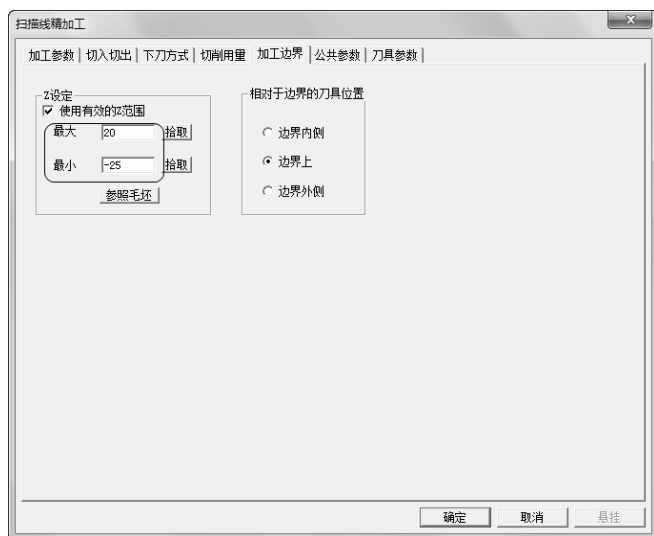

图 3-22 “加工边界”选项卡
5) 单击“加工边界”选项卡，勾选“使用有效的 Z 范围”并单击“参照毛坯”按钮，设置“相对于边界的刀具位置”为“边界上”，具体“最大”、“最小”参数数值如图 3-22 所示。